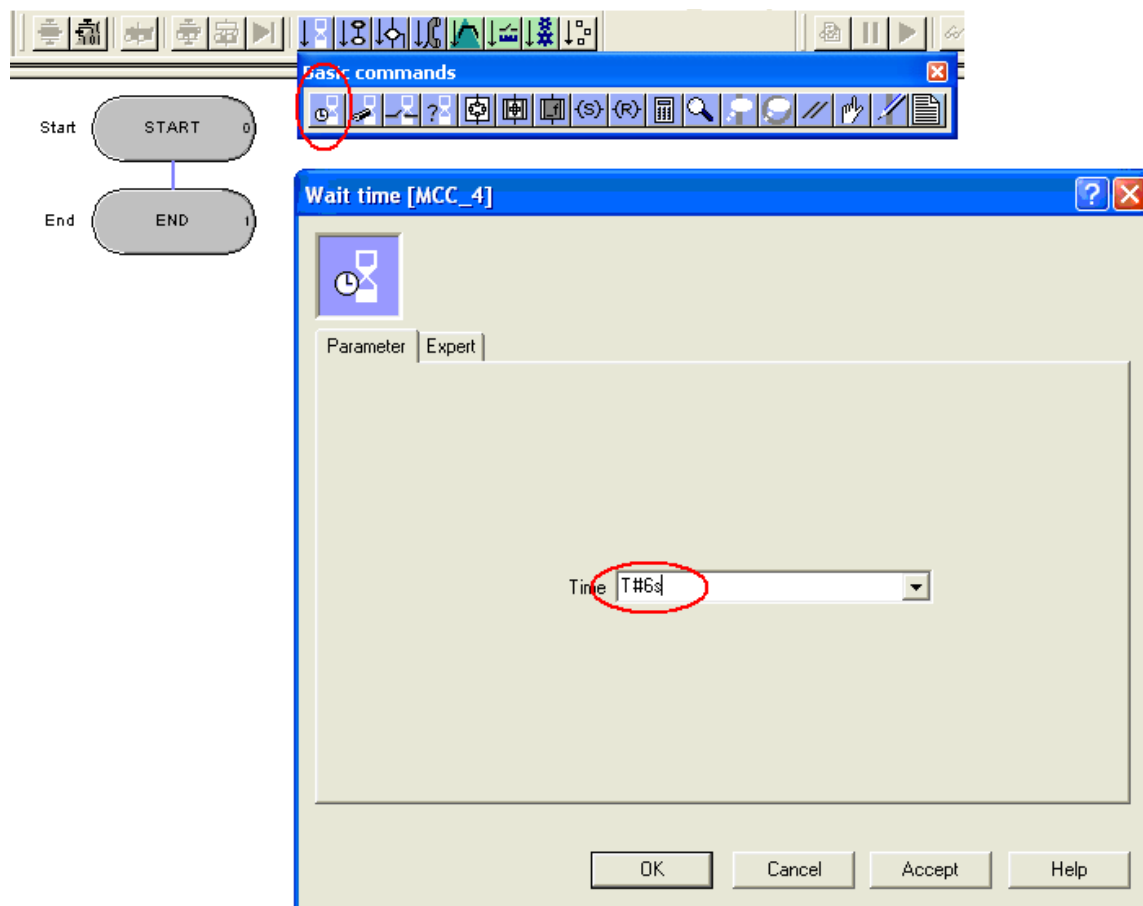

图 2.27 插入等待时间命令
(3) 由于 SIMOTION 启动就绪所需要的时间比集成的 SINAMICS 短，因此在执行轴操作命令之前需要等待几秒钟以确保 SIMOTION 和集成的 SINAMICS 都已经启动好好。将鼠标放在工具栏中的上，其下所包含的命令将自动弹出，选择如图 2.27 所示的等待时间命令插入到 MCC_1 中（注意在选择命令之前必须先选中编程区域的某处）。双击新插入的命令图标，在弹出的命令参数设置对面框中设置等待时间 6s。